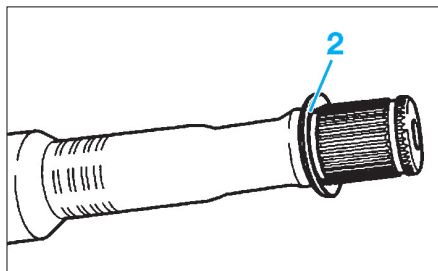

Fig. 9
- Mettre en place la rondelle élastique (2) (Fig.9)